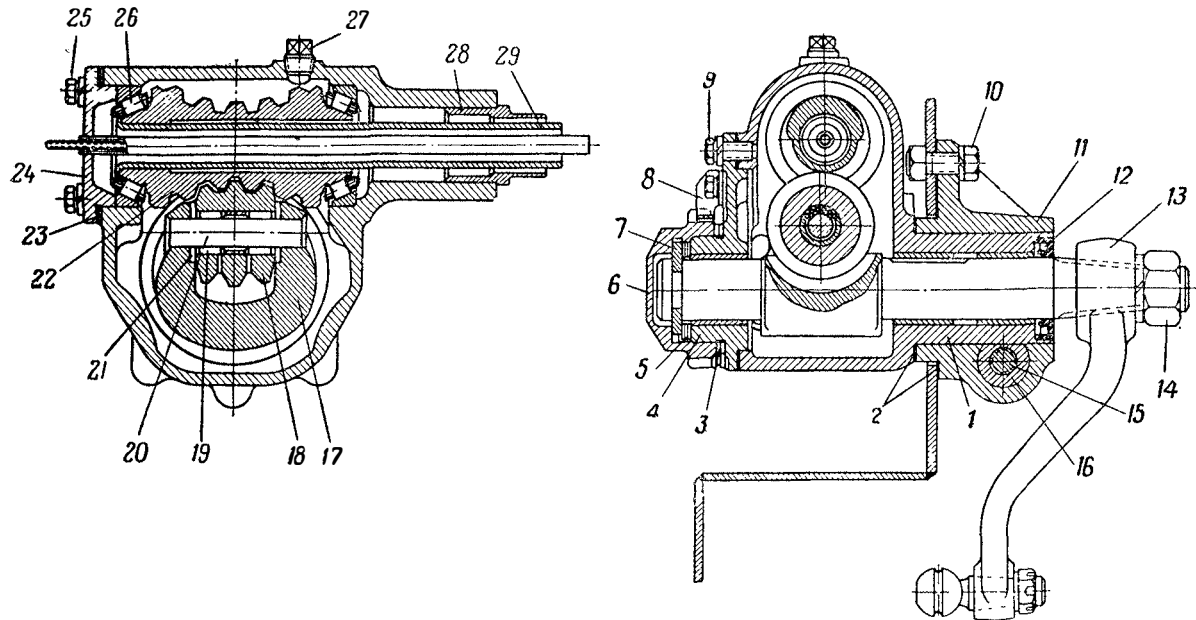
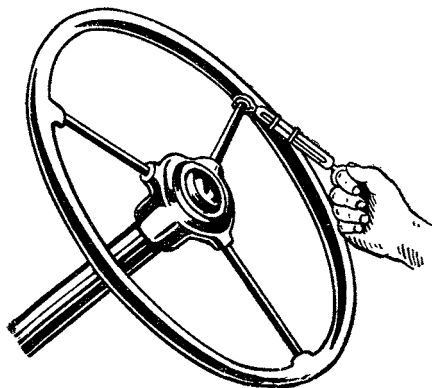

Рис. 12. Передача рулевого механизма:
Рис. 13. Проверка динамометром усилия поворота рулевого колеса
9. Отвернуть гайку 14 (рис. 12), сделать риски на рулевой сошке 13 и валу 17 и спрессовать сошку с вала.
1. Вывернуть пробку 27 (рис. 12) и слить масло из картера рулевого механизма. Налить свежее масло и вернуть пробку.
Регулировка подшипников червяка осуществляется с помощью подбора регулировочных прокладок 23 (рис. 12) между крышкой 24 и картером 1 рулевого механизма. Толщину набора прокладок подбирают так, чтобы усилие (рис. 13) на рулевом колесе, необходимое для пово-
3. В этом среднем положении, покачивая рулевую сошку 13 (рис. 12), проверить зазор между роликом и червяком. Зазор должен отсутствовать или иметь величину не более 0,05 мм. Указанная величина зазора допускает перемещение нижнего конца сошки (на расстояние 180 мм от оси сошки) при ее покачивании не бо-
3. Вынуть упорную шайбу 7 (рис. 12) и снять одну регулировочную шайбу 5 толщиной 0,05 мм.
5. Проверить люфт конца сошки. Если люфта нет или он не превышает 0,15 мм, то проверить легкость вращения рулевого колеса. При правильной регулировке зацепления рулевое колесо должно проворачиваться в среднем положении без заедания с усилием в 1,7—2,7 кг, замеренным на ободе колеса, как показано на рис. 13.